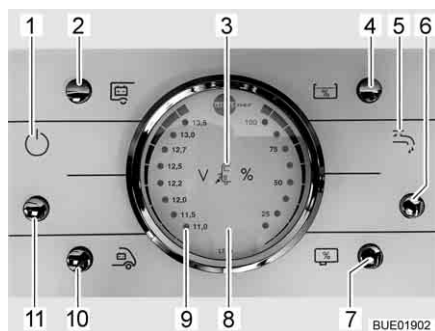

Bild 169 Panel LT 96
Knappen (Bild 169,11) kopplar till och från panelen och 12 V försörjningen till bodelen.
Slå på: ■ Tryck på knappen (Bild 169,11): 12 V-försörjningen för bodelen är påslagen. Kontrollampan (Bild 169,1) lyser.
Slå från: ■ Tryck på knappen (Bild 169,11): 12 V-försörjningen för bodelen är avstängd. Kontrollampan (Bild 169,1) slocknar.
På instrument V/Tank (Bild 169,8) beakta vänstra skalan. Instrumentet belyses automatiskt, så snart en knapp trycks.
- Tryck på knappen (Bild 169,10): Startbatteriets spänning visas.
- Tryck på knappen (Bild 169,2): Bodelsbatteriets spänning visas.
På instrumentet V/tank kan vattennivån och avloppsvattennivån avläsas. På instrument V/Tank (Bild 169,8) beakta den högra skalan. Instrumentet belyses automatiskt, så snart en knapp trycks.
- Tryck på knappen (Bild 169,4): Vattenvolymen visas.
- Tryck på knappen (Bild 169,7): Avloppsvattenvolymen visas.
Slå på: ■ Tryck på knappen (Bild 169,6): Vattenförsörjningen är aktiverad. Kontroll-lampa vattenpump (Bild 169,5) tänds.
Slå från: ■ Tryck på knappen (Bild 169,6): Vattenförsörjningen är avstängd. Kontroll-lampa vattenpump (Bild 169,5) släcks.
Den röda varningslampan "ALARM" (Bild 169,9) blinkar så snart spänningen i bodelsbatteri har sjunkit till under 11 V (mätning under pågående drift) och risk för djupurladdning föreligger.
12 V-kontrollampa (Bild 169,1) tänds när 12 V-huvudströmbrytare (Bild 169,11) är inkopplad.
230 V-kontrollampan (Bild 169,3) lyser när nätspänningen ligger på el-blockets ingång.